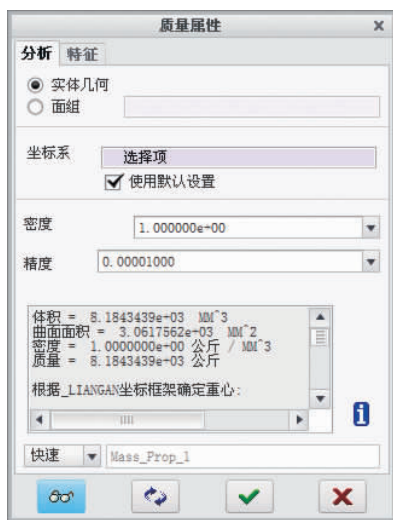

图 3-1 质量属性
(1) 在零件中包含材料属性,如体积、密度、质量、重心和曲面面积等信息,如图 3-1 所示。这些信息随着模型的修改而改变,比如添加孔特征后,因材料去除引起体积、质量等信息发生改变。
(2) 在装配中,将实体零件放置到装配体中,可以对实体零件进行公差分析和干涉检查。